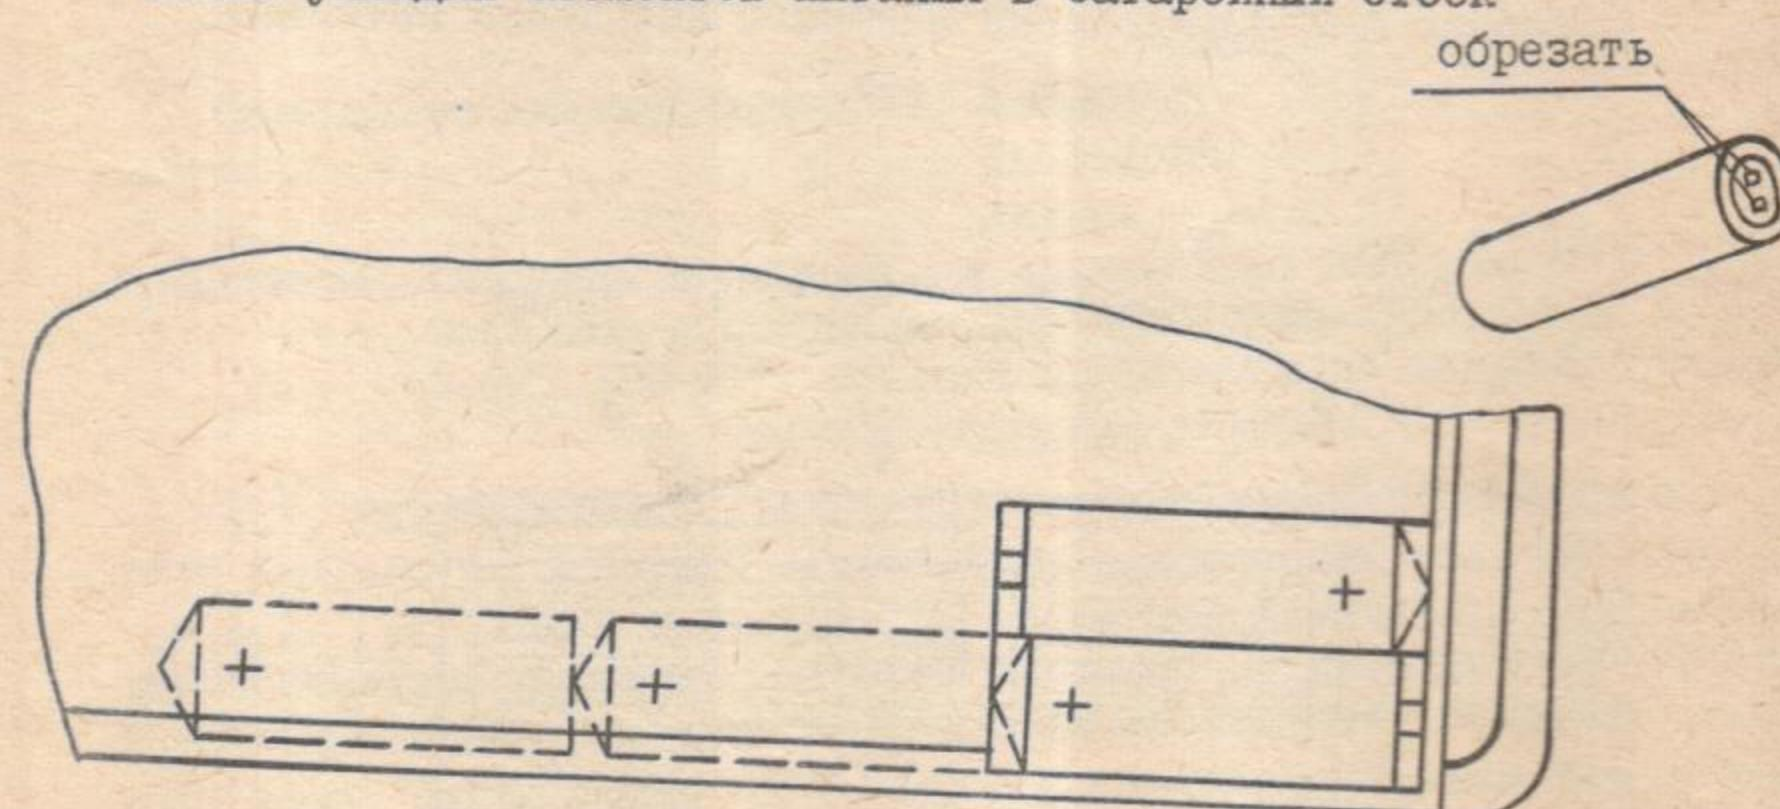

Рис. 3
5.1. В качестве источников питания радиоприемника используются четыре элемента типа А316 Квант или А316 Прима. Перед установкой элементов питания необходимо обрезать два пластмассовых штырька на контактной поверхности минусового полюса элемента (рис.3).
Уложите в батарейный отсек четыре элемента питания в соответствии со схемой, изображенной внутри отсека и на рис. 3.